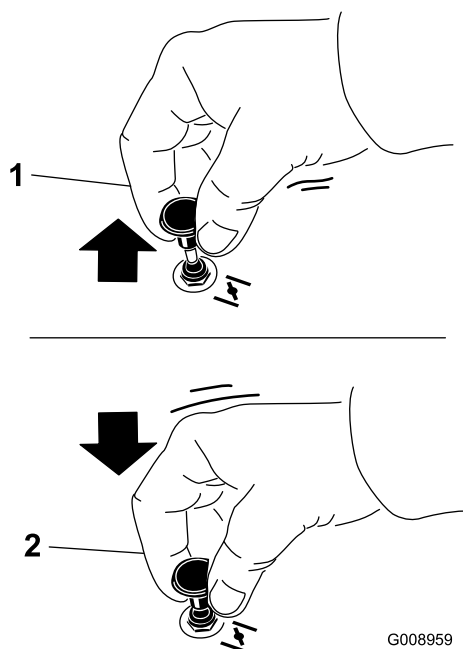

Figura 19
1. Tirate verso l'alto la manopola dello starter per avviarlo prima di utilizzare l'interruttore a chiave (Figura 19).
2. Spingete giù lo starter per disinnestarlo una volta acceso il motore (Figura 19).
1. Disinserite le lame spostando il comando delle lame in posizione di SPEGNIMENTO (Figura 19).